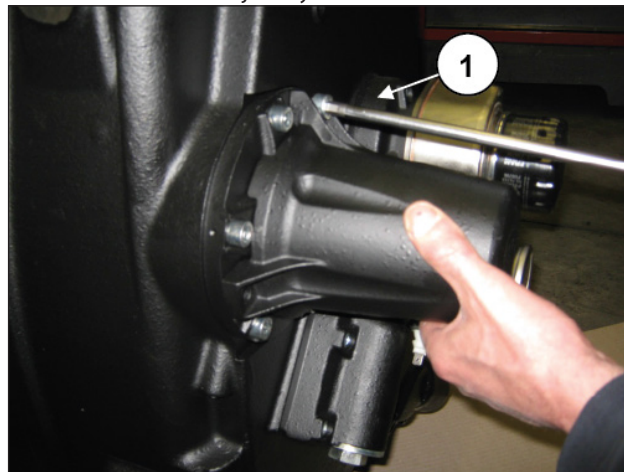

Fig. 8
Aflojar los tornillos de fijación de la tapa del extremo del eje (pos. ①, Fig. 8), desenroscar la tapa del eje de PTO inferior y desmontarlo. Extraer la junta y sustituirla.